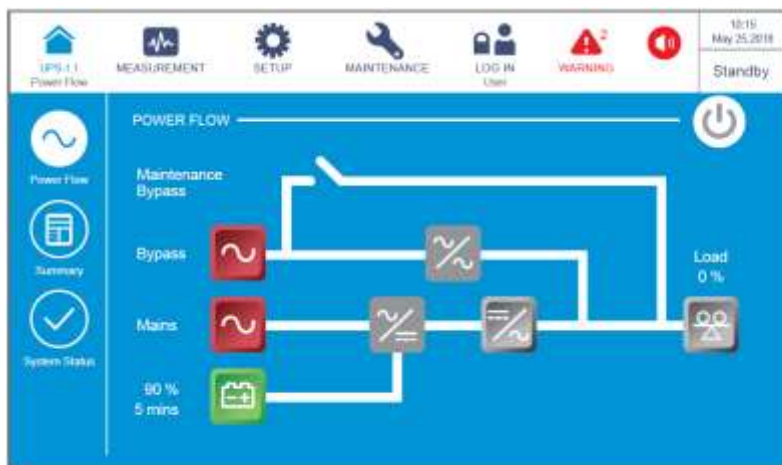

Рисунок 6-50: Экран режима ожидания
- 3) После выбора 'YES', ИБП отключит инвертор, прекратит подачу питания с каждого силового модуля и перейдет в режим ожидания. В этот момент трехцветный светодиодный индикатор горит желтым цветом и появляется следующий экран (**Рисунок 6-50**). Расположение трехцветного светодиодного индикатора см. на **Рисунке 2-11**.